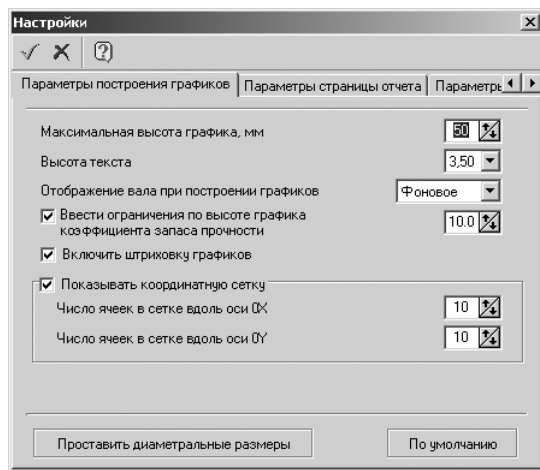

Рис. 3.60. Диалоговое окно **Настройки** с открытой вкладкой **Параметры построения графиков**
- щелкните в выпадающем меню по пункту **Настройка**. Появится диалоговое окно **Настройки** (рис. 3.60) с тремя вкладками: